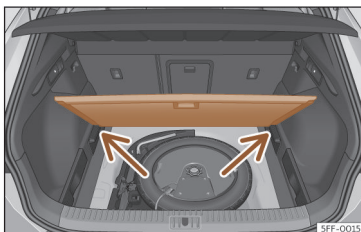

Fig. 188 Piso variável da bagageira: posição inclinada.
- Apoie o piso sobre os alojamentos previstos para o efeito >>> **Fig. 188** (setas).